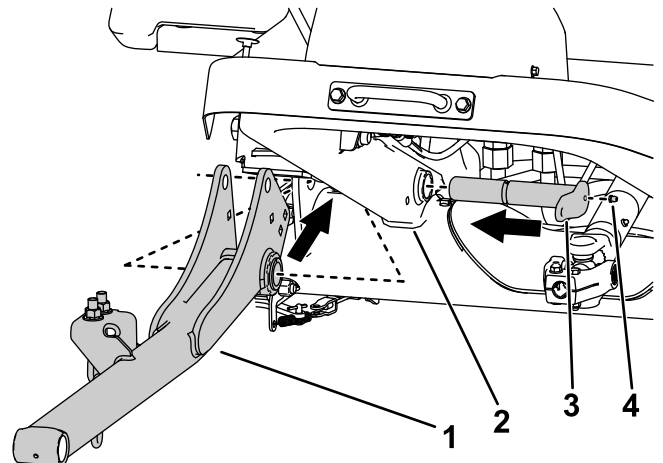

Bild 6
2. Verwenden Sie beide große Stifte, um die Hubarme am Maschinenrahmen zu befestigen (Bild 6).
3. Installieren Sie die Schmiernippel an den großen Stiften (**Bild 6**).